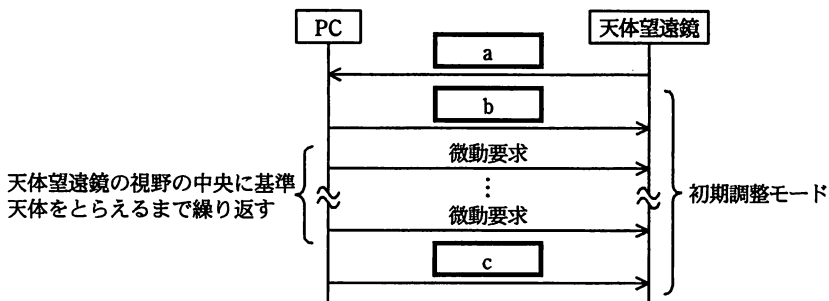

図 4 初期調整モードのシーケンス図
- (1) 図 4 に示す初期調整モードのシーケンス図において， ～ に入れる適切なメッセージ名を答えよ。